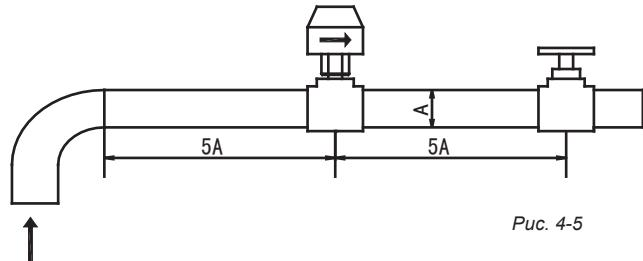

Рис. 4-5
- Схема регулятора расхода с обтекаемым телом (см. рис. 4-5, таблица 4-3)